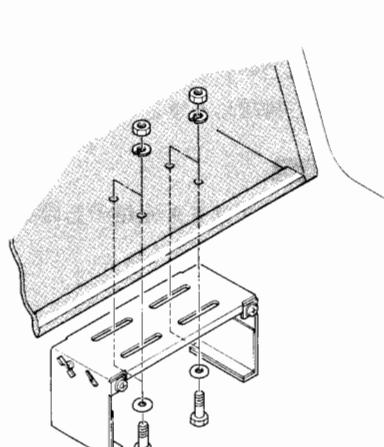

図2
①5mmの六角ボルトを使用する場合は5.2~5.5mm、また5mmのタッピングビスを使用する場合は4.0~4.3mmの穴をドリルであけてください。
②5mmの六角ボルトを使用する場合は、図2のようにワッシャーにビスを通し、ブラケット側(車内)から車体内装にあけた穴に通して、内装側よりワッシャー、次にナットを通して固定します。(六角ボルト4本を固定します。)